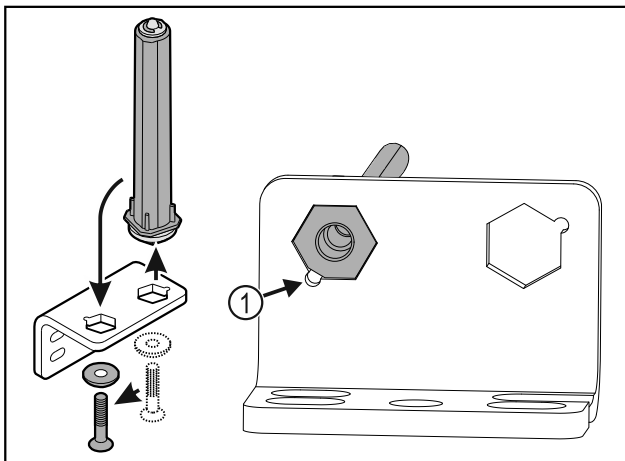

Fig. 37
- ▶ Let erop dat bij het plaatsen de boutafschuining Fig. 37 (1) naar het ronde gat wijst.